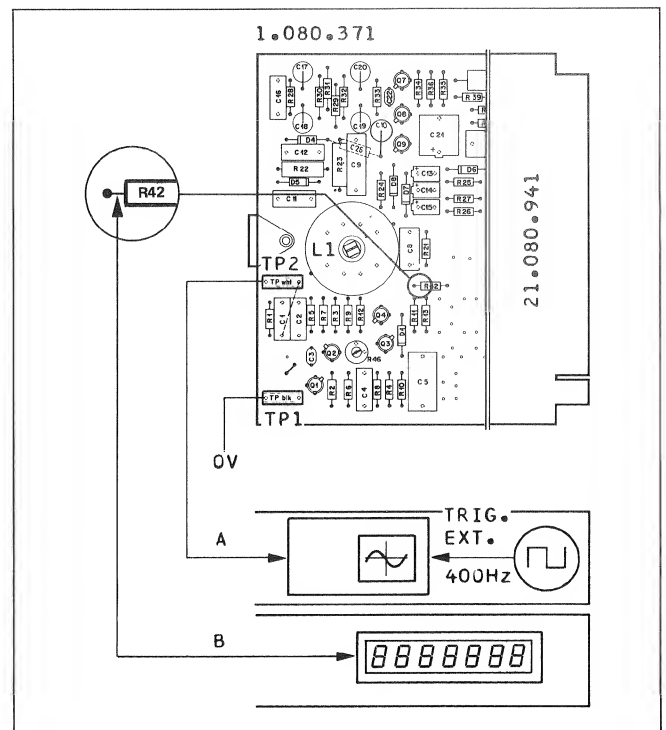

Fig.4.12
-> Fig.4.12
- CAPSTAN SERVO PCB "MASTER" -> Fig.4.12